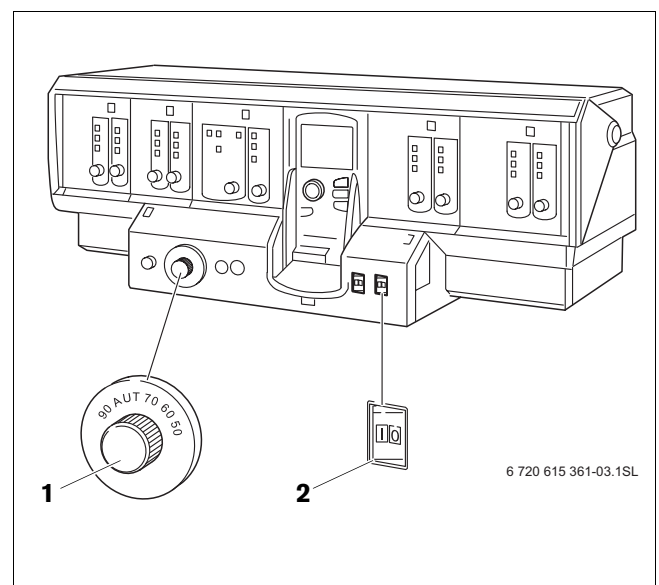

Fig. 2 Apparecchio di regolazione
Mettere in funzione la propria caldaia tramite l'apparecchio di regolazione (per esempio qui, fig. 2: Logamatic 4311). Mettendo in esercizio l'apparecchio di regolazione, si mette in esercizio automaticamente anche il bruciatore. Il bruciatore può essere quindi azionato dall'apparecchio di regolazione.
Disattivare la propria caldaia tramite l'apparecchio di regolazione (ad es. apparecchio di regolazione Logamatic 4311, → fig. 2, pag. 5). Con lo spegnimento dell'apparecchio di regolazione si disinserisce automaticamente anche il bruciatore.
- Mettere l'interruttore di esercizio (→ fig. 2, [2], pag. 5) in posizione "0" (Off).